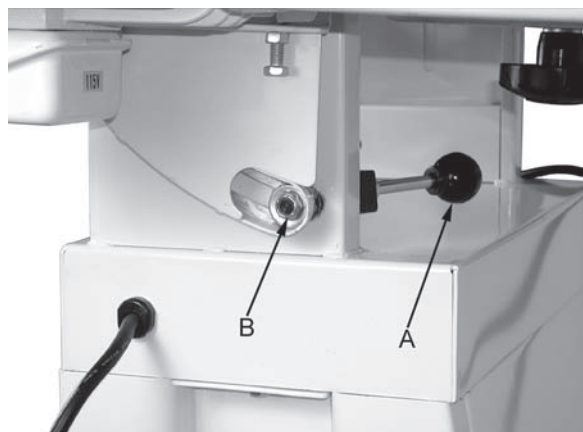

Bild 8
3. Spänn det excentriska blocket genom att dra åt muttern (B) (se bild 8) med skruvnyckel (14 mm). Vrid muttern 1/4 varv åt gången och kontrollera låshandtags spenningen. Låshandtaget är korrekt spänt när det krävs mycket kraft för att flytta det excentriska blocket (som sitter fast på låshandtaget) från den ena sidan till den andra. Slipenheten och motorenheten ska förbli i